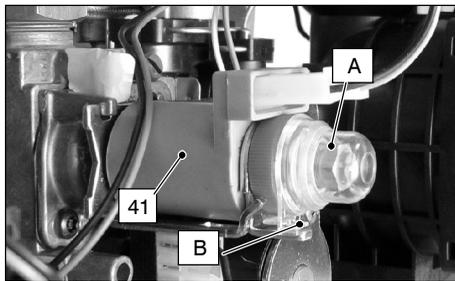

fig. 7.2
- 7 Rimuovere il tappino di protezione "A" dell'operatore modulante 41 in fig. 7.2 ruotandolo in senso orario per liberarlo dal fermo "B" e facendo leva con un cacciavite piatto nella scanalatura.
15 Rimontare il tappino di protezione "A" fig. 7.2